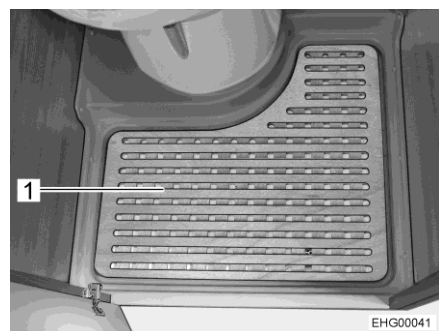

Fig. 102 Plancher amovible
- Retirer le plancher amovible (Fig. 102,1) pour se doucher.